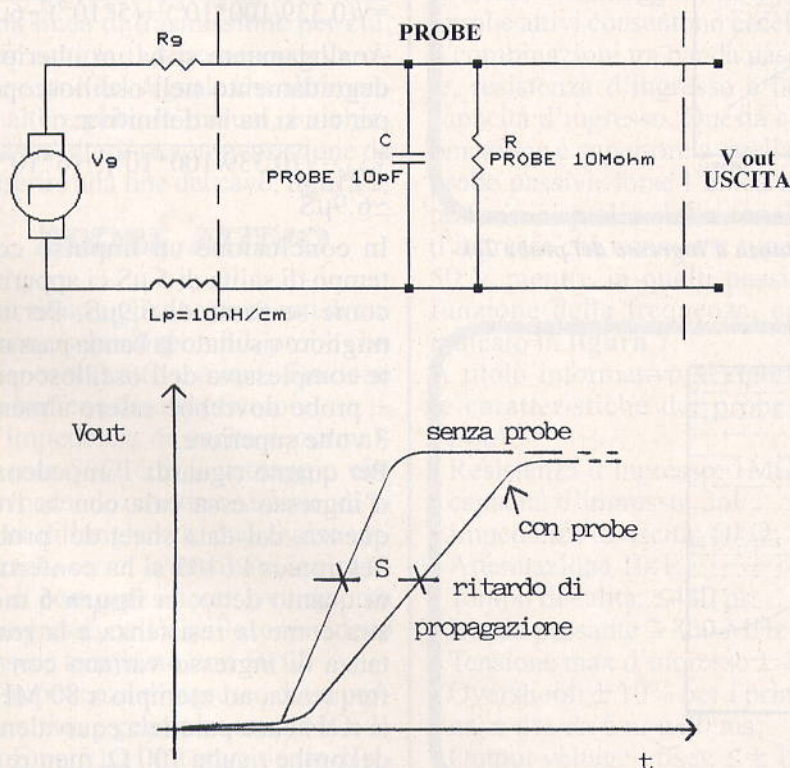

Figura 4 - Effetti del circuito RC sul tempo di salita e di propagazione
- **Capacità d'ingresso** che con la resistenza di uscita del dispositivo sotto misura forma un circuito RC che aumenta il tempo di salita dell'impulso incrementandone inoltre tempo di propagazione (figura 4).